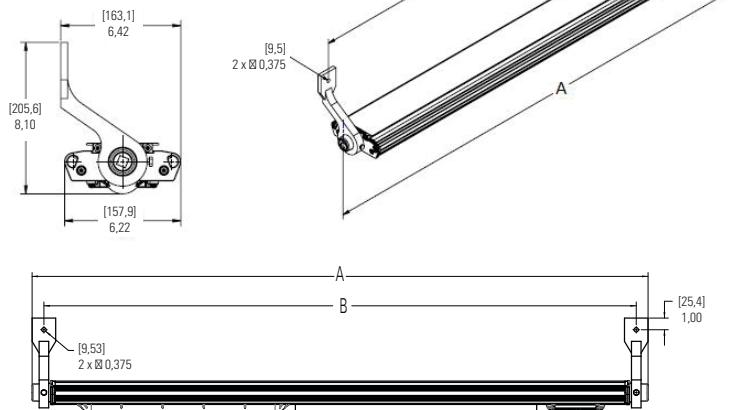

Figure 1. Montage latéral du DP1052MTK
- Marquer et percer des trous pour fixer les supports d'extrémité. Utiliser deux (2) boulons de 1/4 po (non inclus) au centre pour centrer les mesures (voir la figure 1).
- Le luminaire peut maintenant être installé. Il est fortement recommandé que deux (2) professionnels qualifiés réalisent le montage final du luminaire, afin d'éviter des blessures corporelles ou des dommages au luminaire.